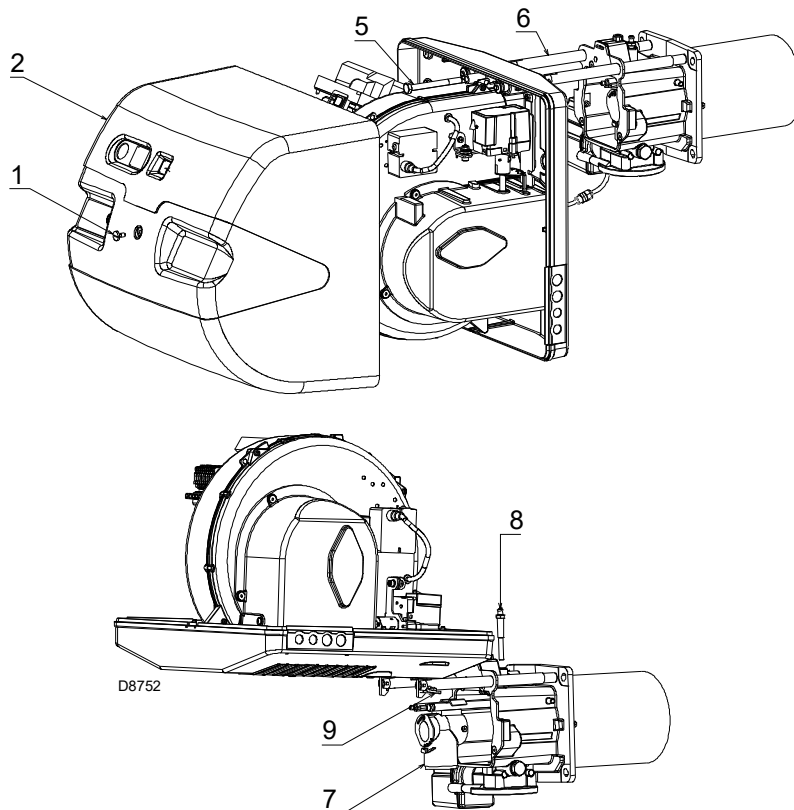

Fig. 36
- Desserrer la vis 1)(Fig. 36) et déposer le capot 2).
- Retirer la vis 5)(Fig. 36) et la goupille 9) et faire reculer le brûleur sur les glissières 3) d'environ 100 mm.
- Enlever la goupille 9)(Fig. 36) et pousser le brûleur jusqu'à environ 100 mm du manchon.
- Remettre la vis 5)(Fig. 36) et la goupille 9) et tirer délicatement vers l'extérieur les câbles de la sonde et de l'électrode, jusqu'à les mettre légèrement en tension.